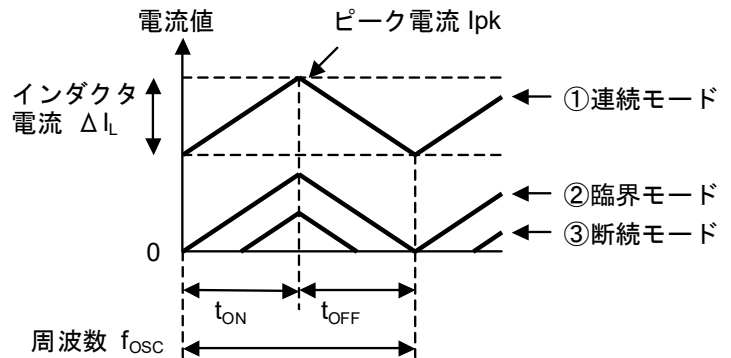

図7 インダクタ電流の状態偏移
理想的には、インダクタンス電流が連続モードになる様にL値を設定します。しかし負荷電流が小さくなる程、①連続モード → ②臨界モード → ③断続モードと電流波形が変化（図7）していきます。